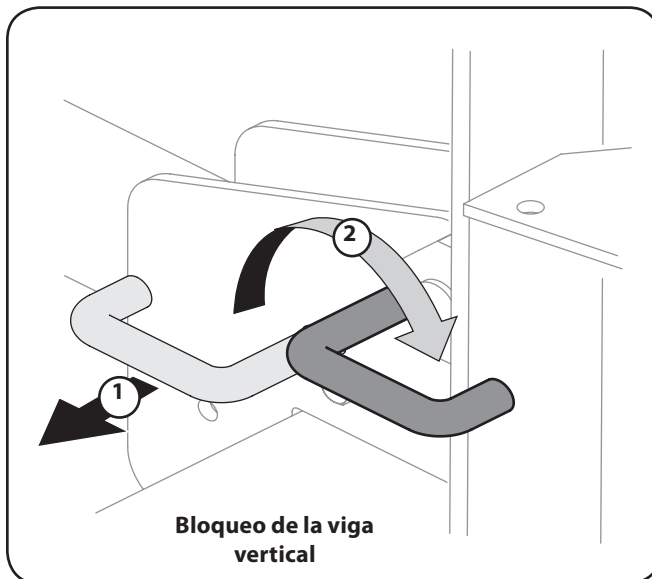

Figura 5-2
- Para trabar la vigueta en posición vertical, tire del bloqueo de vigueta vertical hacia afuera y gírelo para ajustar la vigueta. Vea la Figura 5-2.